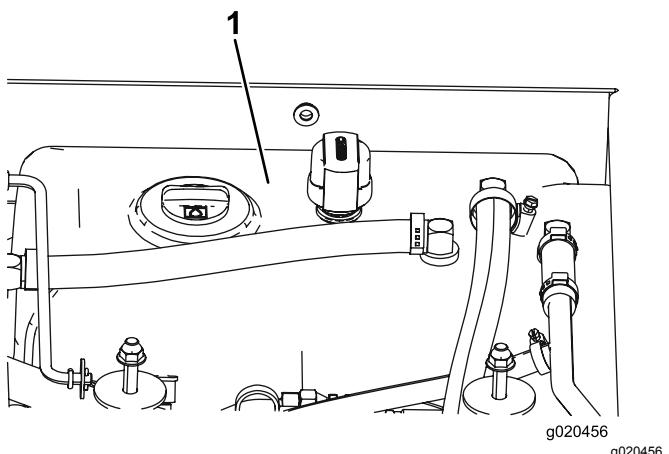

Figure 104
4. Remplissez le réservoir (Figure 104) de liquide hydraulique ; voir Contrôle du niveau de liquide hydraulique \(page 77\).